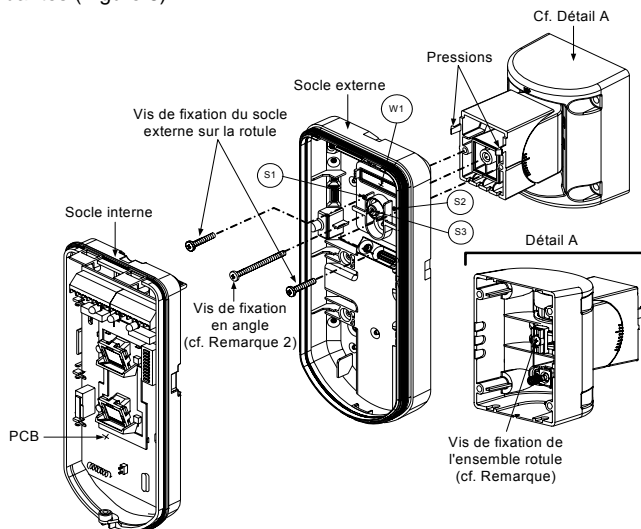

Figure 8
8. Fixez le socle externe à la rotule à l'aide de deux vis passant par les pastilles (pressions) correspondantes (Figure 8).
9. Fixez le socle externe à la rotule à l'aide de deux vis passant par les pastilles pré-perçées S1 et S2 (Figure 8).
10. Introduisez la vis de fixation d'angle fournie en partant du socle externe et en passant par la pastille pré-perçée S3 de la vis de fixation d'angle, située sur le socle externe, pour atteindre la rotule standard (Figure 8).
Lorsque les marques indiquées sur les pièces mobiles sont bien alignées (Figure 8), la rotule standard se trouve à 0° en position verticale/ horizontale. Chaque cran à partir de cette position correspond à une inclinaison verticale / horizontale de 5°.